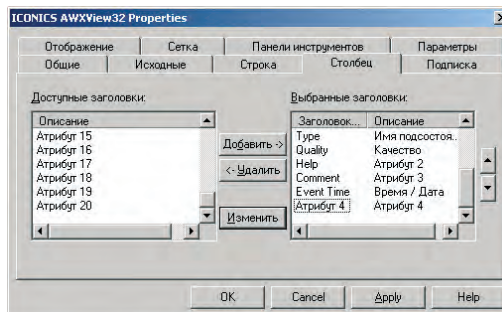

Рис. 11. Добавление столбца с атрибутом Исходный экран
5. Перейдите на закладку **Столбец** и добавьте столбец, в котором будет находиться соответствующий атрибут, как показано на рис. 11.